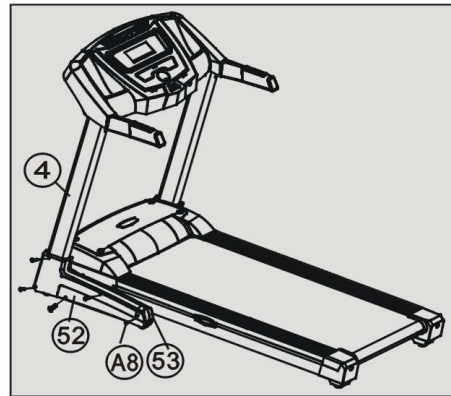

Figure 3
4. Bevestig de beschermkap (52,53) op de linkervoet met behulp van vijf kruiskoppen ST4*16 (A8). Herhaal dezelfde procedure voor de beschermkap op de rechervoet. (Zie afbeelding 3).